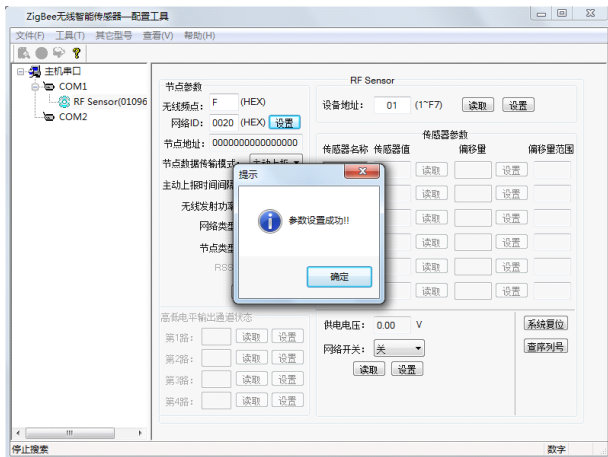

图 6-5
以上两个参数设置完成后请单击网络 ID 后面的“设置”按钮，返回提示对话框，如图 6-5 所示，参数设置成功!!，单击“确定”按钮
参数设置完成后请单击 RSSI 参数下边的“设置”按钮，返回提示对话框，如图 6-5 所示，参数设置成功!!，单击“确定”按钮，可通过单击“读取”按钮来读出以上四个参数。
- E、设备地址：1~F7 可设，可通过设备地址来区分数据来源与节点地址功能类似。设置完成后单击后面的“设置”按钮，返回提示对话框，如图 6-5 所示，参数设置成功!!，单击“确定”按钮；